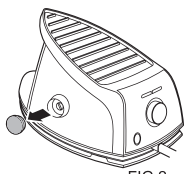

FIG.2
5. Placez la centrale vapeur sur le côté, puis retirez la protection du bouchon de rinçage de la chaudière, et utilisez une pièce de monnaie pour dévisser le bouchon. (Fig. 2 et 3)